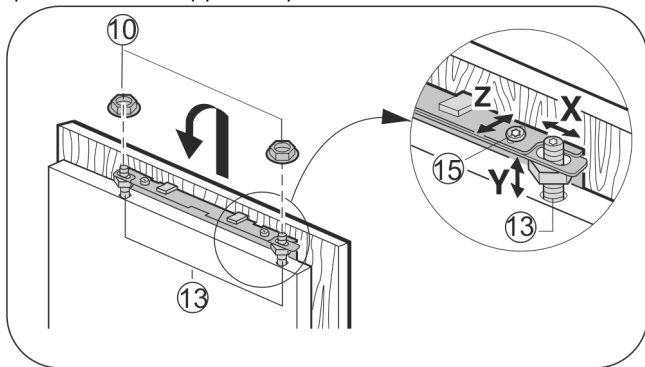

Fig. 27
- ▶ Прилаштуйте дверцята шафи на регулюючі гвинти Fig. 27 (13) та нещільно закрутіть на них контргайки Fig. 27 (10).
- ▶ Вирівняйте висоту Y та боковий нахил дверцят шафи: Встановіть регулюючі гвинти Fig. 27 (13) за допомогою викрутки.
- ▶ Затягніть контргайки Fig. 27 (10).